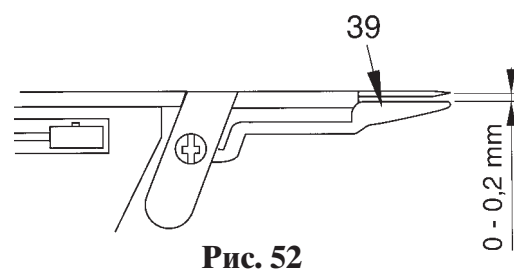

Рис. 52
Отцепной палец 39 должен находиться на 0 - 0,2 мм ниже уровня игольной пластины (рис. 52).
- Сместите держатель нижнего ножа 38 вперед, чтобы отцепной палец 39 находился на 0 - 0,2 мм ниже уровня игольной пластины (рис. 52).